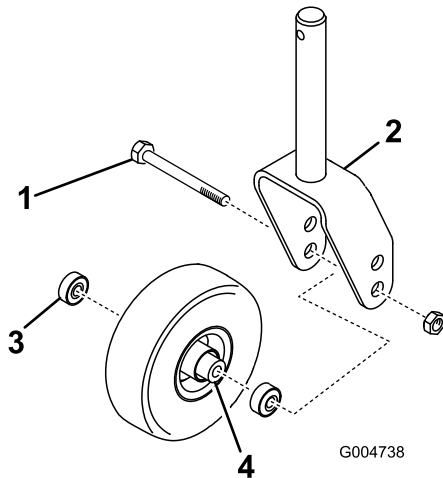

Bild 23
befestigt ist (Bild 23). Halten Sie das Laufrad fest und schieben die Schraube aus der Gabel oder vom Gelenkarm ab.
3. Entfernen Sie das Lager aus der Radnabe und lassen das Lagerdistanzstück herausfallen (Bild 23). Entfernen Sie das Lager aus der gegenüberliegenden Seite der Radnabe.